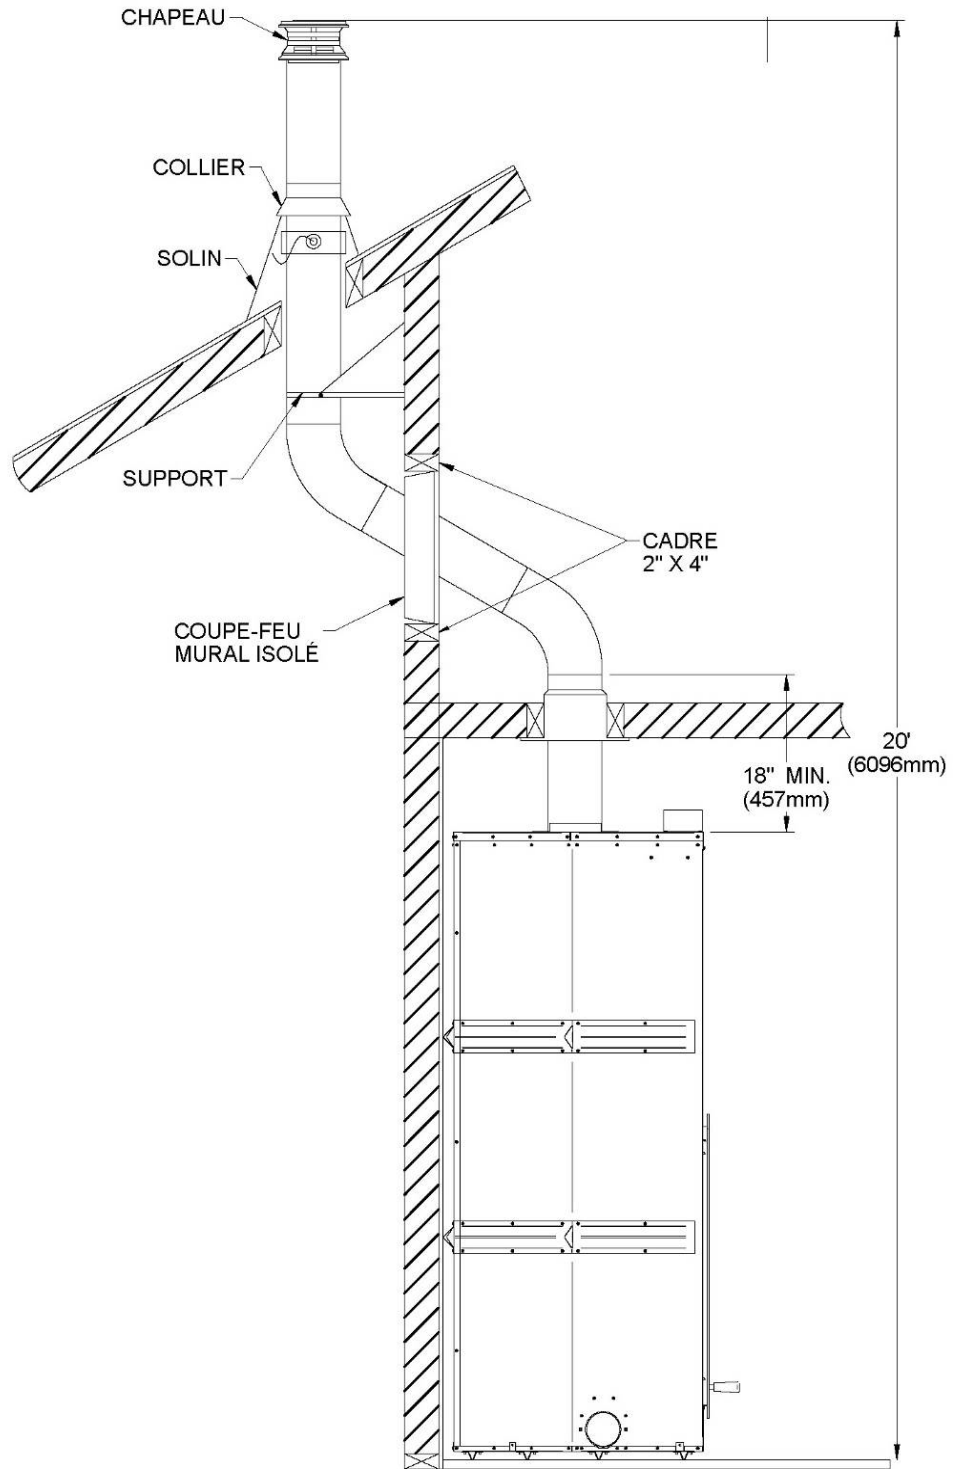

Figure 32
5. En vous plaçant en dessous, installez un coupe-feu fourni par le fabricant de la cheminée (**voir Figure 32**).